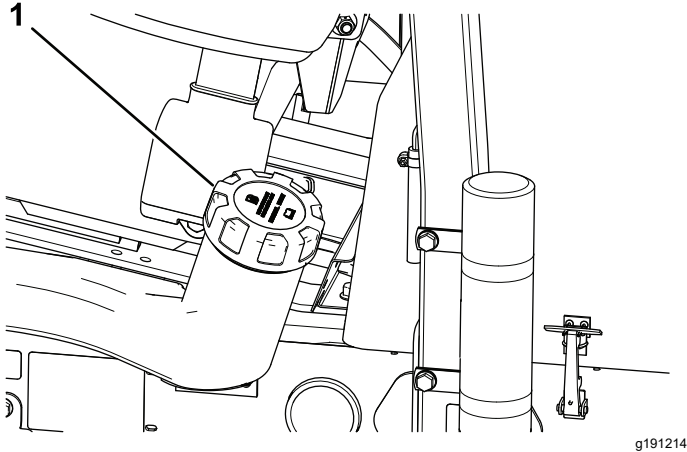

Figura 31
2. Curățați zona din jurul capacului rezervorului de combustibil (Figura 31).